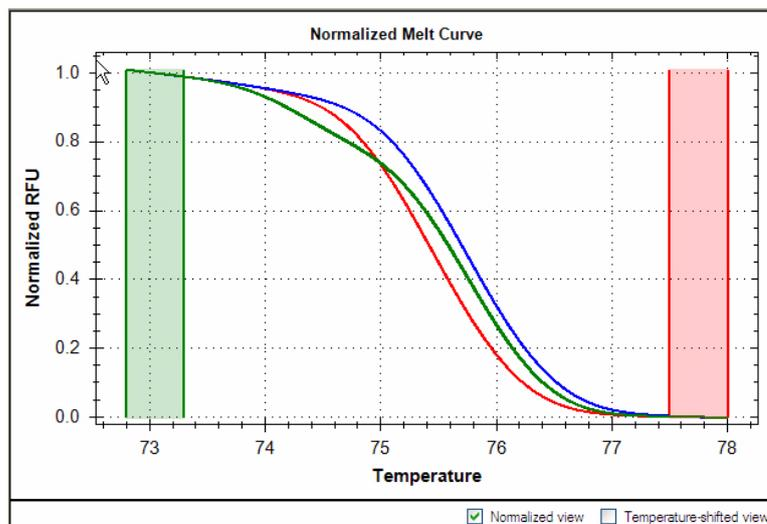

Рисунок 23. Опция **Normalized view** выбрана на графике **Melt Curves**.
- **Normalized view (Нормализованный вид).** Выберите **Normalized view** под графиком для просмотра нормализованных кривых плавления (Рисунок 23). Изменения вида показываемых данных не изменяет кластеринг данных.